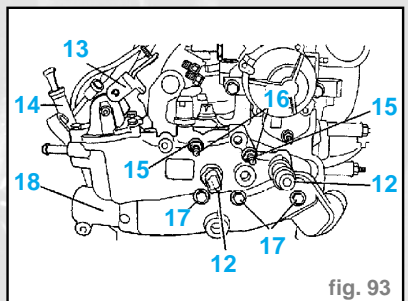

fig. 93
- le pignon d'arbre à cames (10)
- le couvre-culasse (11), dans l'ordre indiqué
- Débrancher les connecteurs (12) (fig. 93).